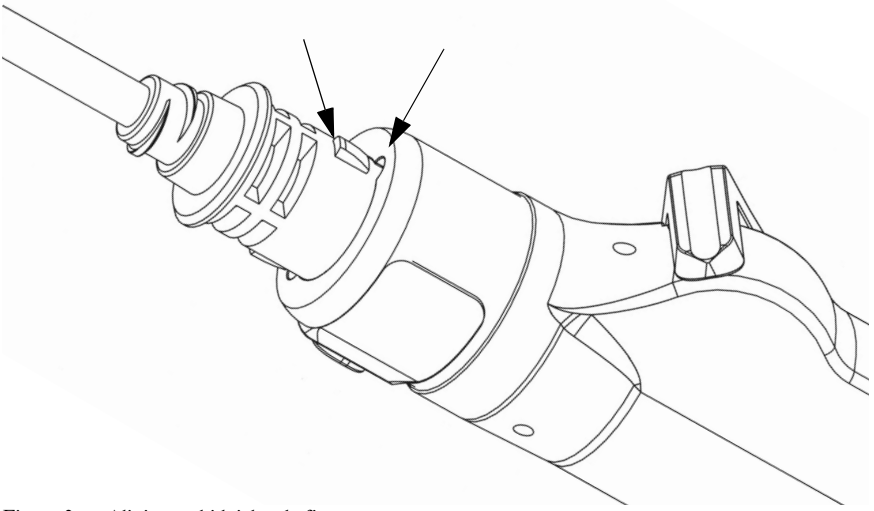

Figura 3: Alinierea ghidajelor de fixare
1. Aliniați ghidajele de fixare de pe soclul lamei de răzuire cu ghidajele de fixare de pe mânerul de aplicare (consultați Figura 3).